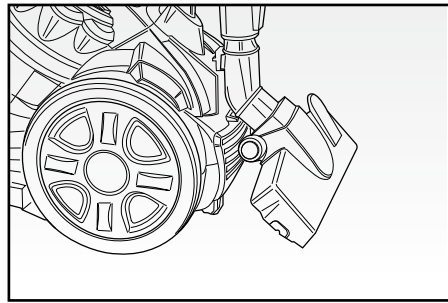

Fig. 5
Riporre quindi l'apparecchio, inserendo eventualmente la spazzola pavimenti (L) nel relativo gancio posto nella parte posteriore dell'apparecchio (Fig. 5).